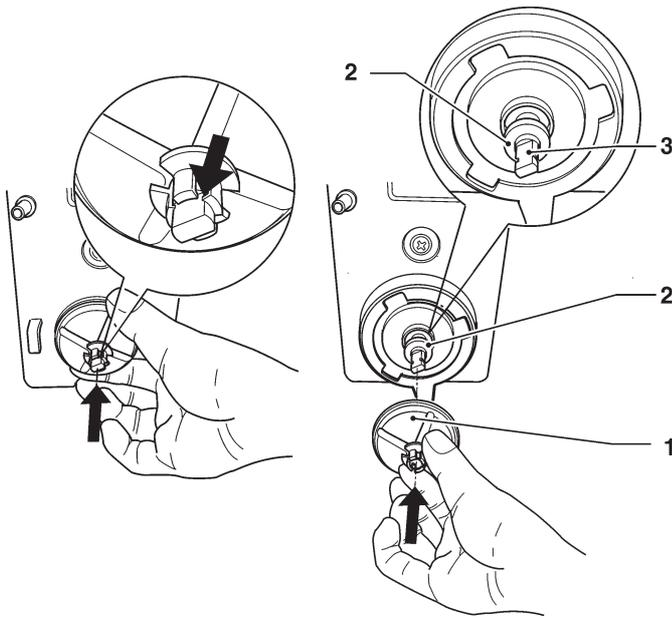

Fig. 32
- para desmontar las paletas es suficiente bloquearlas y efectuar una leve tracción para liberarlas fig. 32;